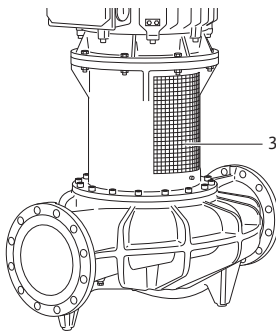

Fig. 48: Monte edilmiş kaplin koruma sacı
- Pompa sadece kaplin koruma sacları monte edilmiş durumdayken (Fig. 48, Poz. 3) çalıştırılmalıdır.